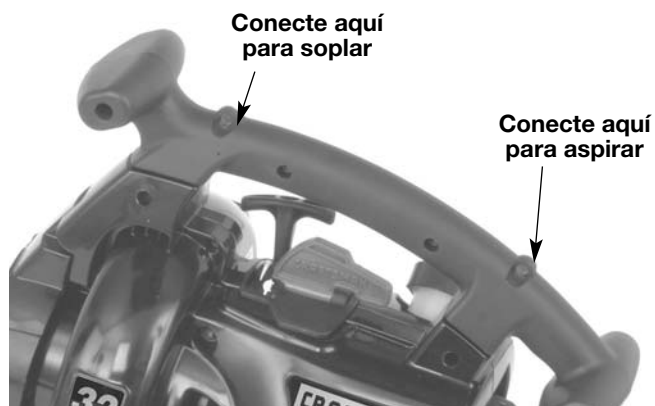

Fig. 7
3. Encaje la abrazadera en los herrajes de soporte en la parte anterior o posterior de la manija. Abróchela a la parte anterior de la manija al usar la unidad como un soplador, y abróchela a la parte posterior de la manija al usar la unidad como una aspiradora (Fig. 7).